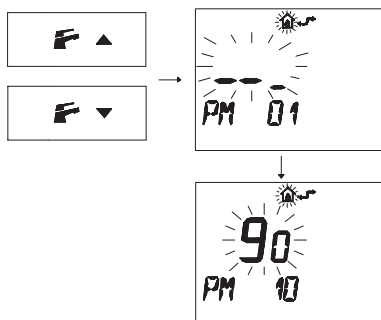

Figura 5.52
- Premere i pulsanti **F** **▼** o **F** **▲** per visualizzare la programmazione "**PM10**" selezione della frequenza di accensione (Figura 5.52).
Nella Figura 5.52 si visualizza un SET programmato di **90** corrispondente ad un tempo di riaccensione di 3 minuti circa. Il campo di regolazioni è da 0 a 8 minuti e mezzo.